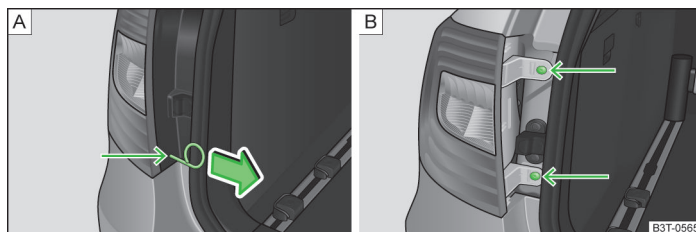

Fig. 211 Capacul/demontarea lămpii
- Etrierul pentru extragerea capacelor integrale de roți » pagina 229, *Trusa de scule* se introduce în orificiu, în locul marcat cu săgeată » fig. 211 - [A].
- Extrageți capacul în sensul săgeții » fig. 211 - [A].
- Desfaceți lampa folosind cheia din trusa de scule » fig. 211 - [B].